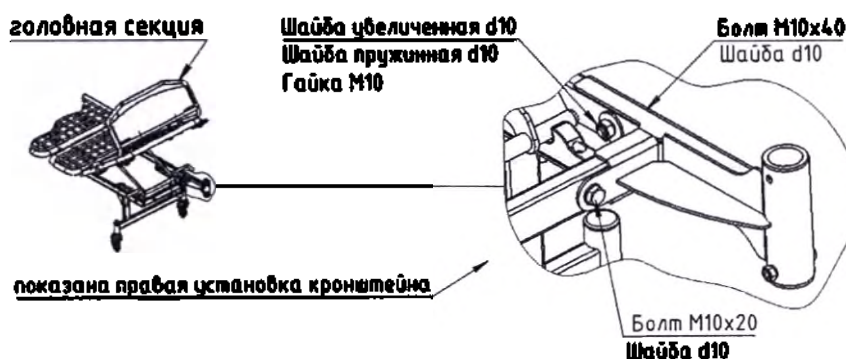

Рисунок 7 – Установка кронштейна на раму кровати
- Установить кронштейн на выбранной стороне рамы и зафиксировать его болтом М10х20 с шайбой d10 со стороны изголовья; болтом М10х40 и гайкой М10 (используя шайбу d10, увеличенную шайбу d10, пружинную шайбу d10) с боковой стороны рамы. При этом увеличенную шайбу d10 необходимо установить с внутренней стороны рамы кровати (см. рис. 7).